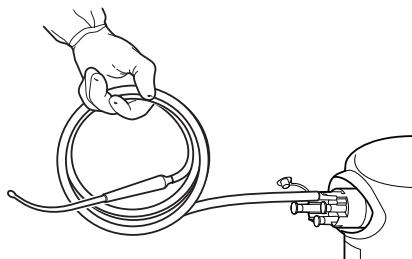
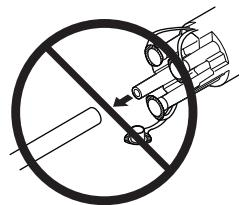

Figura 6 Recogida del tubo de aspiración
Figura 7 Mantenga los tubos conectados durante la eliminación
1. Con la aspiración activada, recoja los tubos de aspiración hacia la conexión del distribuidor para purgar los tubos de residuos líquidos (figura 6). NO retire ninguno de los tubos de aspiración conectados del distribuidor (figura 7).